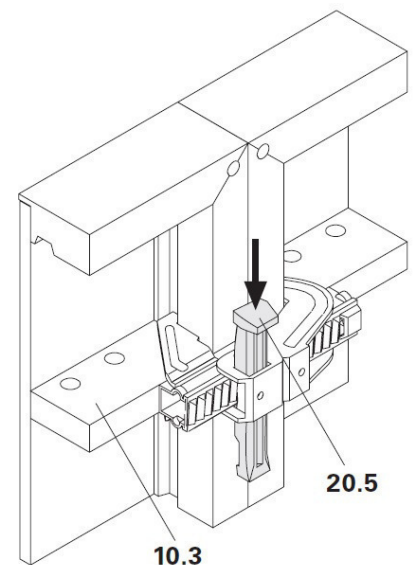

Рис. 9
3. Установить BFD (20) на ребро элемента (10.3) (Рис. 9)